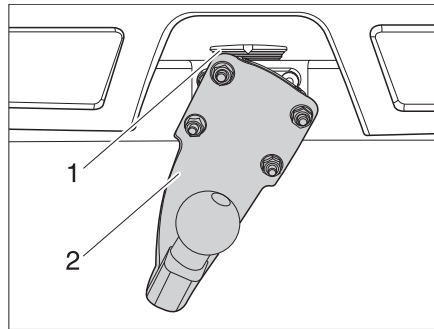

Fig. 6 Gancio di traino
- Applicare il gancio di traino (Fig. 6,2) nell'arresto (Fig. 6,1) ad un angolo di 90°.
- Abbassare il gancio di traino (Fig. 6,2) fino all'innesto dell'arresto (Fig. 6,1).
- Spingere l'arresto (Fig. 6,1) verso l'alto.
- Ruotare il gancio di traino (Fig. 6,2) di 90° in senso antiorario.
- Rilasciare l'arresto (Fig. 6,1).
- Togliere il gancio di traino (Fig. 6,2).